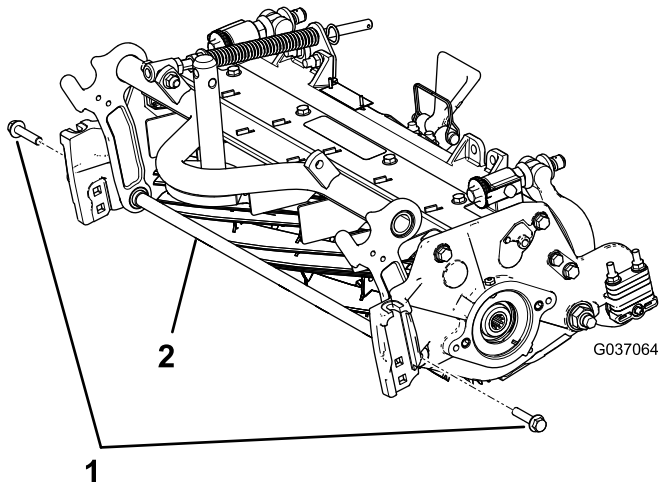

Figura 4
- A. Rimuovete i 2 bulloni a testa flangiata che fissano l'asta di sostegno e rimuovete l'asta di sostegno (Figura 4).